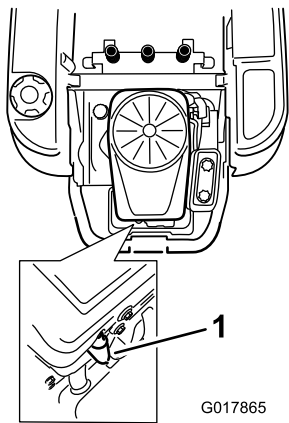

Figura 34
3. Desconecte el cable de la bujía (Figura 34).